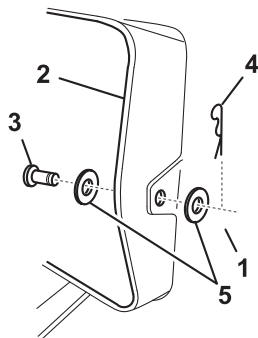

Bild 18
6. Heben Sie das Heckfangsystem an, entfernen Sie den Splint, die zwei Scheiben und den Lastösenbolzen, mit denen das Auswurfrohr an der hinteren Platte befestigt ist (Bild 18).
15. Heben Sie das Heckfangsystem an und setzen Sie den Splint, die zwei Scheiben und den Lastösenbolzen ein, um das Auswurfrohr an der hinteren Platte zu befestigen (Bild 18).
6. Heben Sie das Heckfangsystem an und entfernen Sie den Splint und den Lastösenbolzen, mit denen das Auswurfrohr an der hinteren Platte befestigt ist (Bild 18).